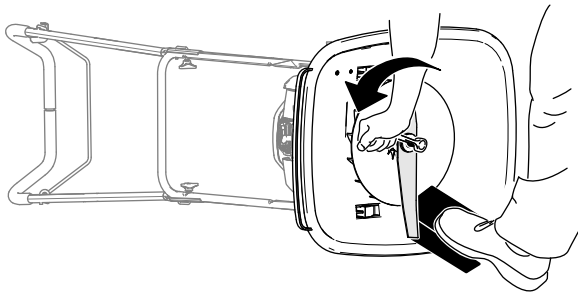

Figura 21
3. Utilize um bloco de madeira para manter a lâmina segura (Figura 21).
- Utilize uma chave para remover a lâmina rodando o parafuso no sentido contrário ao dos ponteiros do relógio (Figura 21).